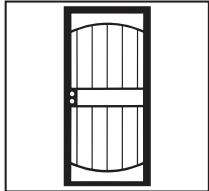

FIGURE 1
1. Identifique la dirección en la que se va abrir la puerta de seguridad (Fig. 1).